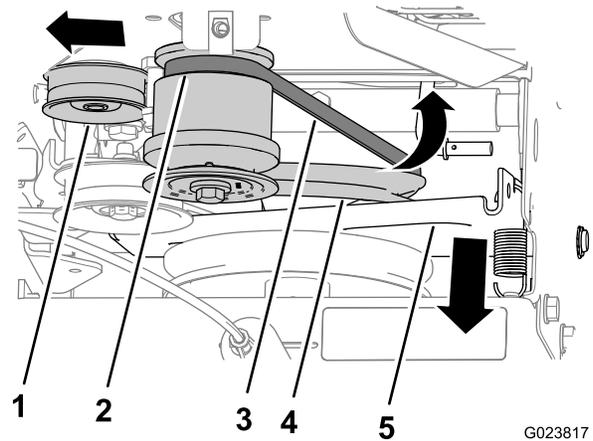

Figure 42
4. Faites pivoter le support de la commande de déplacement et la poulie de déplacement en avant (Figure 42).
5. Tirez la poulie de tension vers l'extérieur (Figure 42).
7. Déchaussez la courroie de la gorge arrière de la poulie du moteur et déposez-la de la machine (Figure 42).
2. Alignez la courroie dans la gorge au fond de la poulie de déplacement (Figure 42).
3. Tirez la poulie de tension vers l'extérieur (Figure 42).
4. Chaussez la courroie dans la gorge arrière de la poulie du moteur (Figure 42).